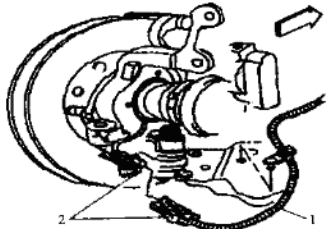
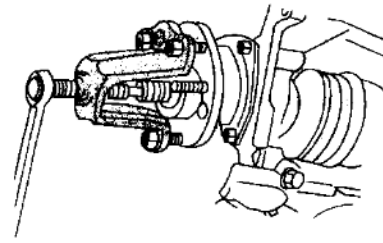

图 8.5-3 分离车轮速度传感器
图 8.5-4 分离车轮轴承
- (1) 升起并适当支撑车辆，拆卸车轮总成。
- (2) 如图 8.5-3 所示，断开车轮速传感器插接器，从托架上拆卸车轮速度传感器。
- (3) 拆卸制动钳托架及制动钳拆下制动钳体，并将制动钳固定在车身上，使得制动管路不会因为的制动钳重量而弯曲甚至被损坏拆卸制动盘。
- (4) 拆卸传动轴螺母。
- (5) 如图 8.5-4 所示，用三颗车轮螺母将轮毂芯轴拆卸工具连接到车轮轴承 / 轮毂上分离传动轴与车轮轴承。